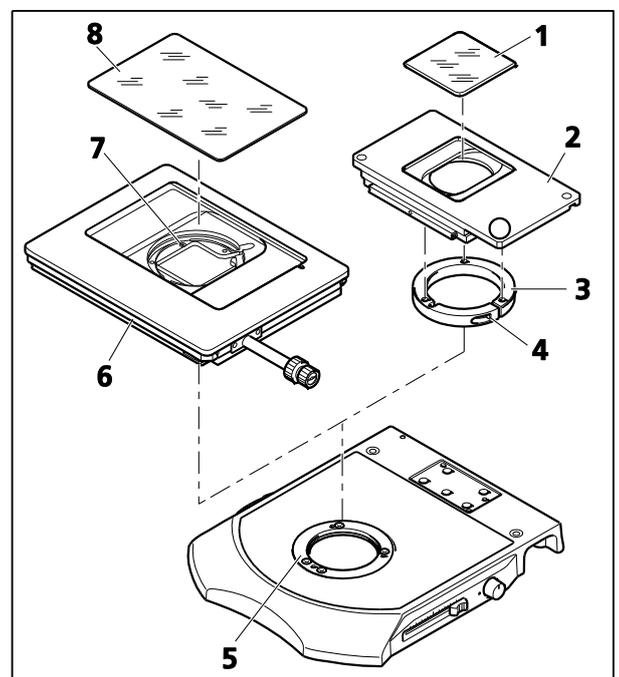

Fig. 15 Montage de platine avec surface de montage de 120 mm sur la base 300 pour transillumination
- Insérer la platine, la bague de serrage montée (Fig. 15/2 et 3) dans l'adaptateur (Fig. 15/5) ou la base du statif et l'aligner.
- Fixer la bague de serrage (Fig. 15/3) dans la bague adaptatrice en tournant la vis à tête cylindrique (SW 3) (Fig. 15/4) dans le sens des aiguilles d'une montre.
- Installer le cadre ou la plaque d'insertion (Fig. 15/1).
- Poser la platine (Fig. 15/6) sur l'adaptateur ou la base du statif. S'assurer que les éléments d'orientation existants sur la partie cachée de la platine s'engagent correctement dans les rainures correspondantes.
- Fixer la platine à l'aide des trois vis imperdables (Fig. 15/7).
- Installer le cadre ou la plaque d'insertion (Fig. 15/8).